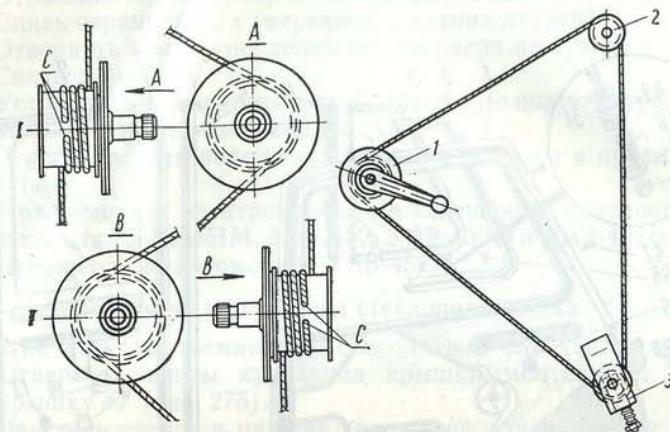

Рис. 276. Схема намотки троса на барабан и установка стеклоподъемника:
1. Установить кронштейн 3 (рис. 276) нижнего ролика на два болта, не затягивая их.